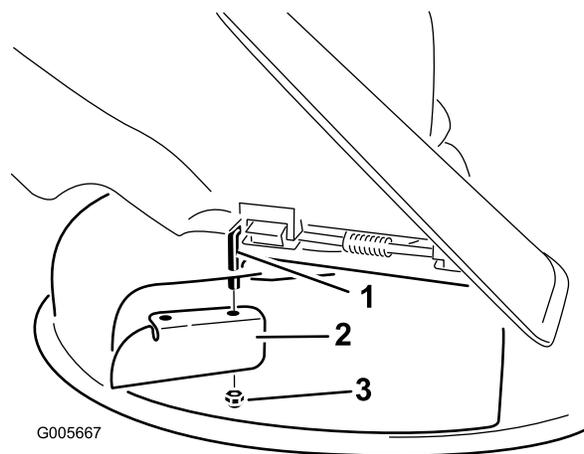

Figura 14
7. Installate il deflettore di scarico sull'asta di rotazione visibile (Figura 14).
3. Staccate il deflettore di scarico dal piatto di taglio (Figura 14).